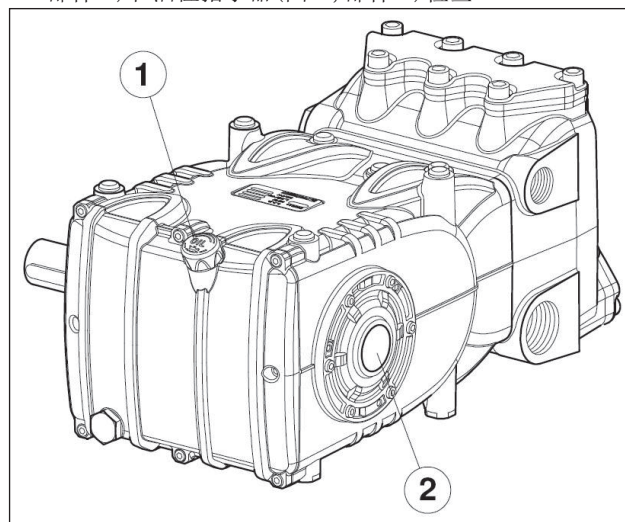

图14
5. 泵壳体中的油达到所需油位，可通过专用油位尺(图14, 部件①)和油位指示器(图14, 部件②)检查。